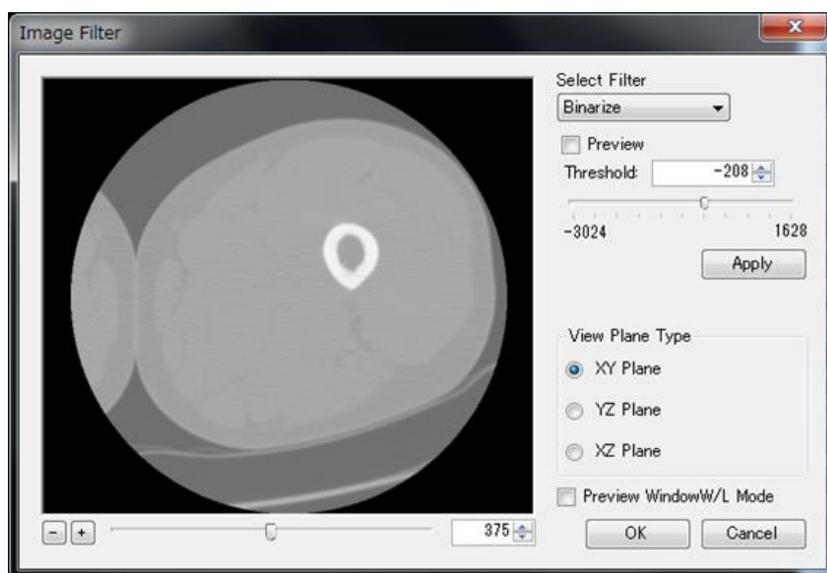

図 A-4 Image Filter の Binarize 機能
2. [Select Filter]から[Binarize]を選択します。(図 A-4)